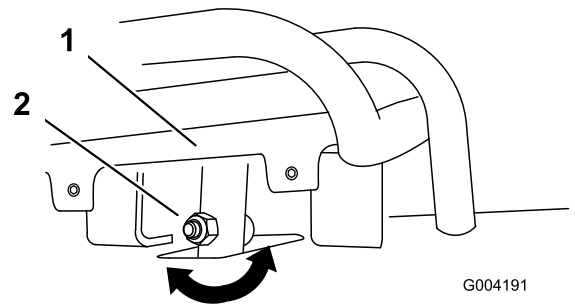
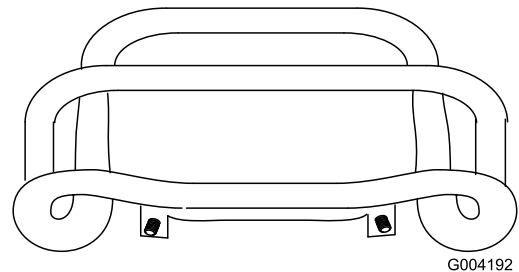

Figura 55
Figura 56
4. Si la parte delantera del control de tracción no queda enrasada con y paralela a la barra de referencia, afloje la tuerca y el perno del tubo del control de tracción (Figura 55).
5. Ajuste el control de tracción hasta que quede enrasado con la barra de referencia al tirar del mismo hacia atrás del todo (Figura 55 y Figura 56).
- C. Afloje la tuerca con arandela prensada y el perno del tubo del control de tracción (Figura 55).
I. Ajuste el control de tracción hasta que quede enrasado con la barra de referencia al tirar del mismo hacia atrás del todo (Figura 55 y Figura 56).